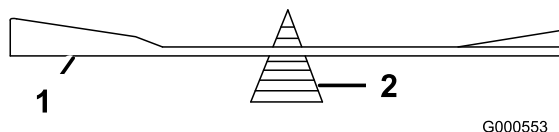

Figura 56
2. Controllate l'equilibrio della lama posizionandola su un bilanciatore (Figura 56).